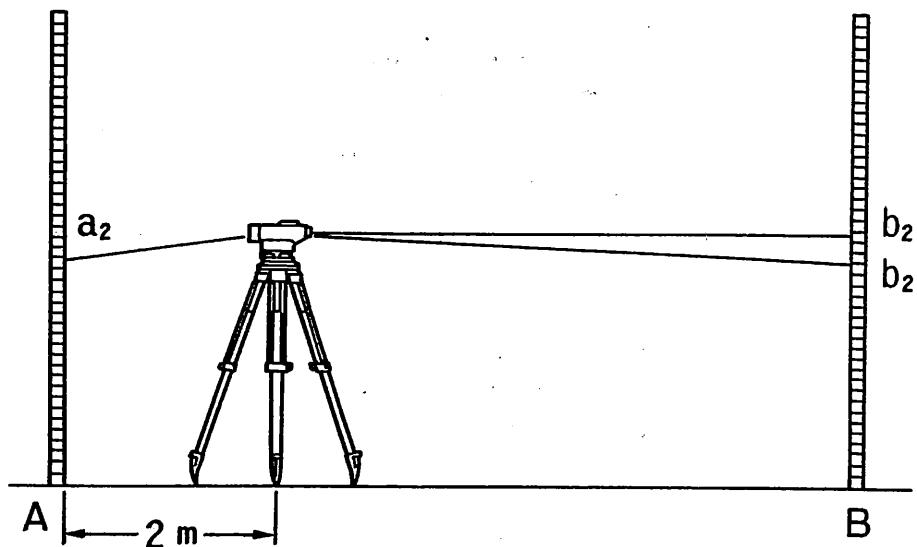
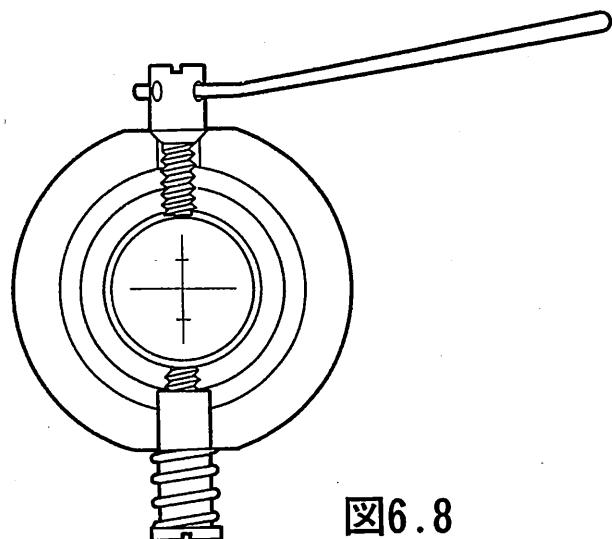

図6.6
図6.8
- 2) 点A から 2m の地点に機械を設置し、再び  $a_2 \cdot b_2$  を読みとります。 (図6.6)
- 4) 調整ピン⑯を使って,  $b_2' = b_2$ になるまで調整します。例えば、図6.6の場合、 $b_2$ の値が大きすぎるので、十字線を下げる必要があります。この場合は調整ねじを少しゆるめて下さい。また、十字線を上げたいときは、調整ねじを締めて下さい。(図6.8)